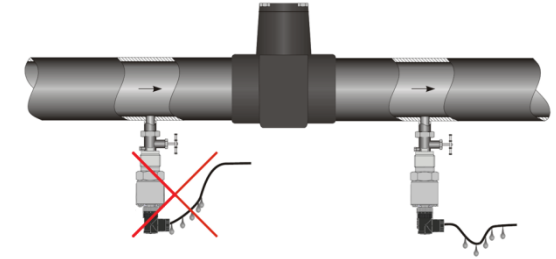

Рисунок 3. Неправильная (слева) и правильная (справа) прокладка кабеля прибора.
4.2. При прокладке питающих и сигнальных линий следует исключить возможность попадания конденсата на кабельный ввод прибора (см. рис. 3.).